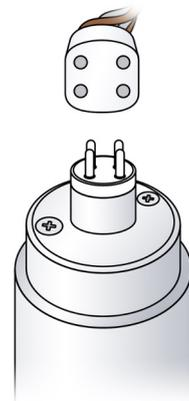

図3
- c) サイドアクセスカバーを取り外します（ネジを時計回りまたは反時計回りに回します）。(図3)
- ランプコネクタをUVの端に接続し、コネクタがピンと正しく合っていることを確認します。（前頁の図3を参照）